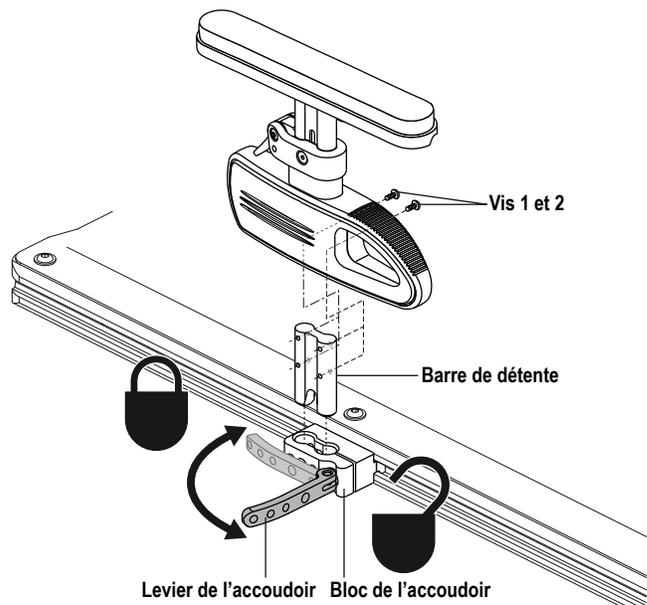

Figure 14. Ajustement des accoudoirs pédiatrique abaissants à réglage rapide avec poteau unique
1. Retirez les vis 1 et 2 sur barre de détente. **Voir la figure 14.**